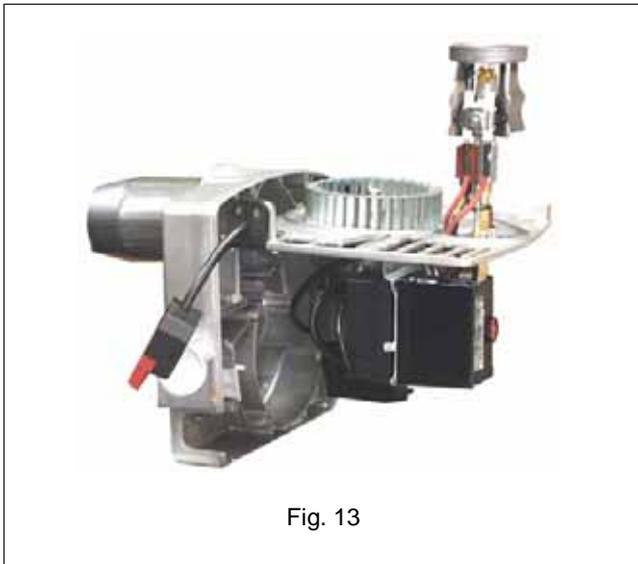
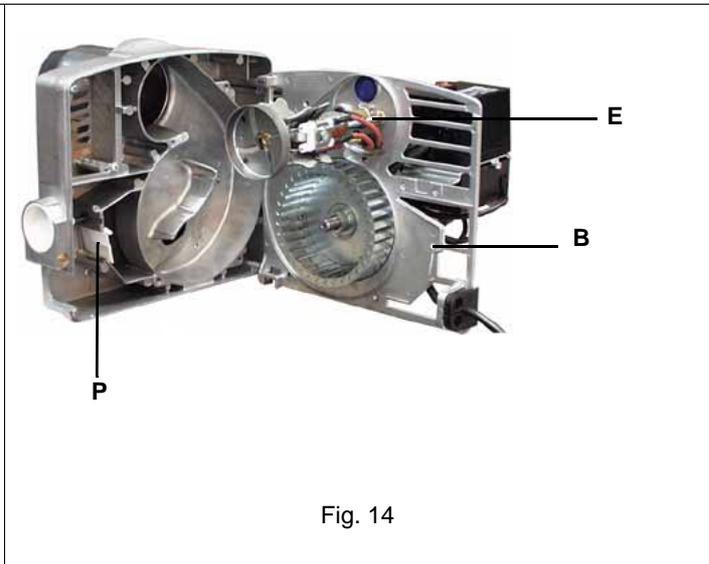

Fig. 13
Fig. 14
- Agganciare la piastra in uno dei modi indicati in Fig. 13 e Fig. 14 per facilitare le operazioni di manutenzione.
**⚠** ATTENZIONE: gli elettrodi (**E** in Fig. 14) devono essere posizionati lateralmente alla testa di combustione.
**⚠** NOTA: Nel rimontare la piastra componenti, fare attenzione che perno della serranda **P** entri nell'apposita sede **B** (vedere Fig. 14).
**⚠** **NOTA:** Nel rimontare la piastra componenti, fare attenzione che il perno **P** della serranda entri nell'apposita sede **B** (vedere Fig. 14).